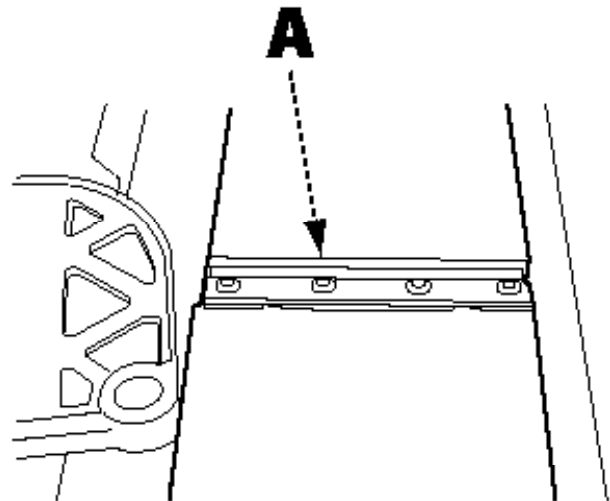

FIGURA 19
2. Lentamente y con cuidado gire la cabeza de corte a mano hasta que la barra sujetadora y los cuatro tornillos de fijación (A) estén accesibles. Vea la figura 19.
10. Ajuste cada uno de los cuatro tornillos de fijación usando la secuencia descrita en la figura 19.